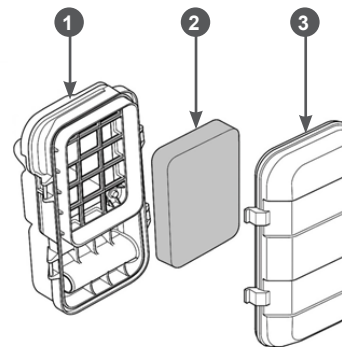

Рис. 15 Обслуживание воздушного фильтра
- Нажмите на фиксаторы и снимите крышку 3 корпуса воздушного фильтра (Рис. 15).
- Извлеките фильтрующий элемент 2 (Рис. 15).
- Произведите очистку крышки 3 и корпуса 1 воздушного фильтра от грязи и пыли (Рис. 15).